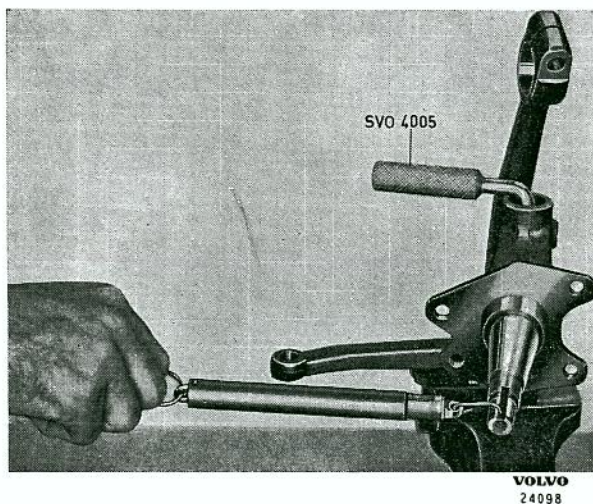

Bild 17. Mätning av friktionsmoment.
3. Sätt hjulspindel, trycklager och justermellanlägg på sin plats samt placera centreringsdorn SVO 4005 i övre bussningen. Byt ut mellanlägg tills ansättningen avpassats så, att friktionsmomentet vid vridning av spindeln blir 5—65 kgcm. Om en fjädervåg anbringas i spindelns saxpinnehål skall den ge ett utslag av 0,3—4,3 kg vid dragning vinkelrätt mot spindeln, se bild 17. Driv därefter i spindeltappen; se till att den kommer i rätt läge. Montera dragkilen. Kontrollera att hjulspindeln går lätt att vrida. Montera tätningsbrickorna genom att placera dem på sin plats med den kupade sidan utåt och därefter knacka dem plana med hammare och dorn.